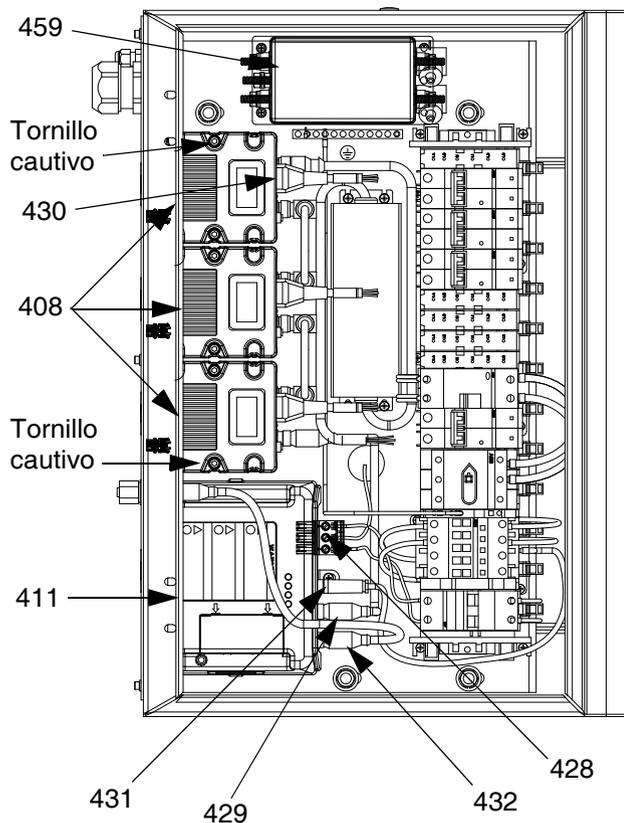
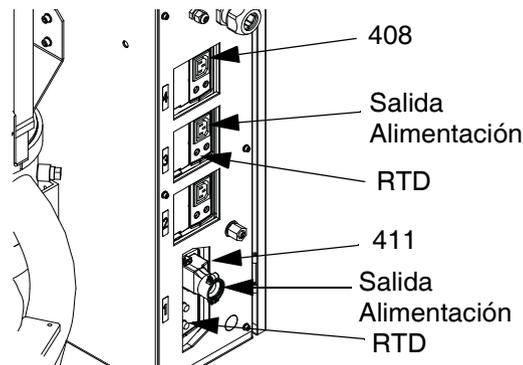

FIG. 48: Vista interna del gabinete eléctrico
FIG. 49: Vista posterior del gabinete eléctrico
1. Abra la puerta del gabinete (402). Desconecte los siguientes cables del TCM de baja potencia (408):
- cable de entrada de suministro de alimentación (430)
- cable de salida de suministro de alimentación (vea la FIG. 49)
2. Afloje ambos tornillos cautivos (409) que sostienen el TCM de baja potencia (408) en la base (407). Retire el TCM de baja potencia. Vea la FIG. 48.
1. Abra la puerta del gabinete (402). Desconecte los cables de salida de suministro de alimentación y los cables del RTD del TCM de alta potencia (411). Vea la FIG. 49.
2. Retire el panel lateral del gabinete eléctrico (436). Vea **Piezas del gabinete eléctrico** en la página 91.
3. Desconecte los cuatro cables de entrada (432, 428, 429, 431) del TCM de alta potencia. Vea la FIG. 48.
4. Retire ambos tornillos (415) que aseguran las ménsulas (412, 413) del TCM de alta potencia en el gabinete eléctrico. Retire el TCM de alta potencia. Vea **Piezas del gabinete eléctrico** en la página 91.